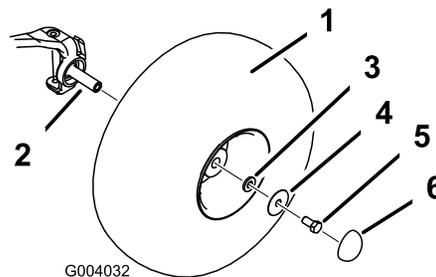

図 4
4. 取り外したネジ類を使ってホイールを取り付け (図 4)、183-224 Nm (18.6~22.8 kg.m) にトルク締めする。